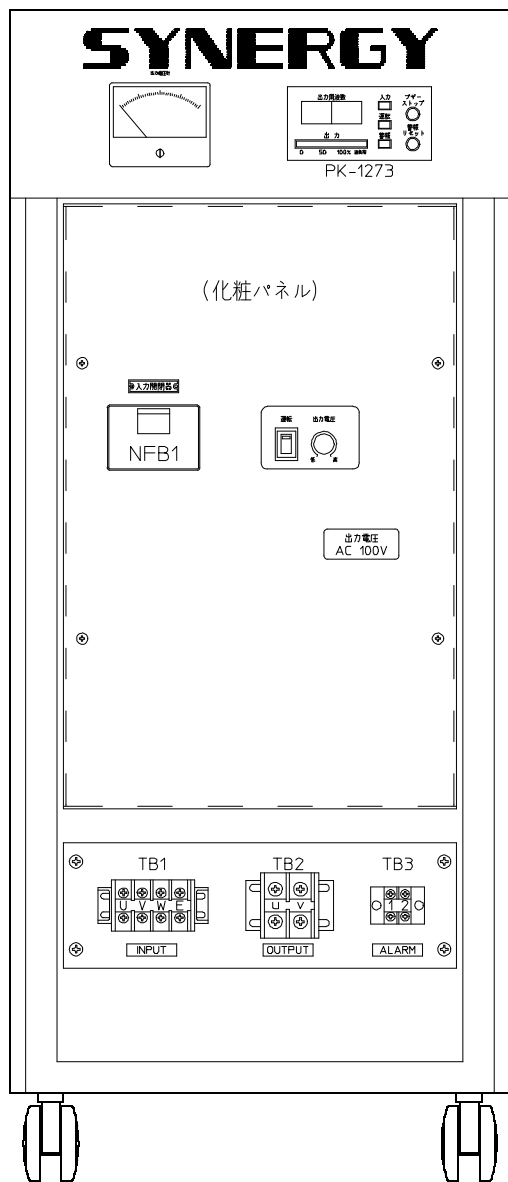
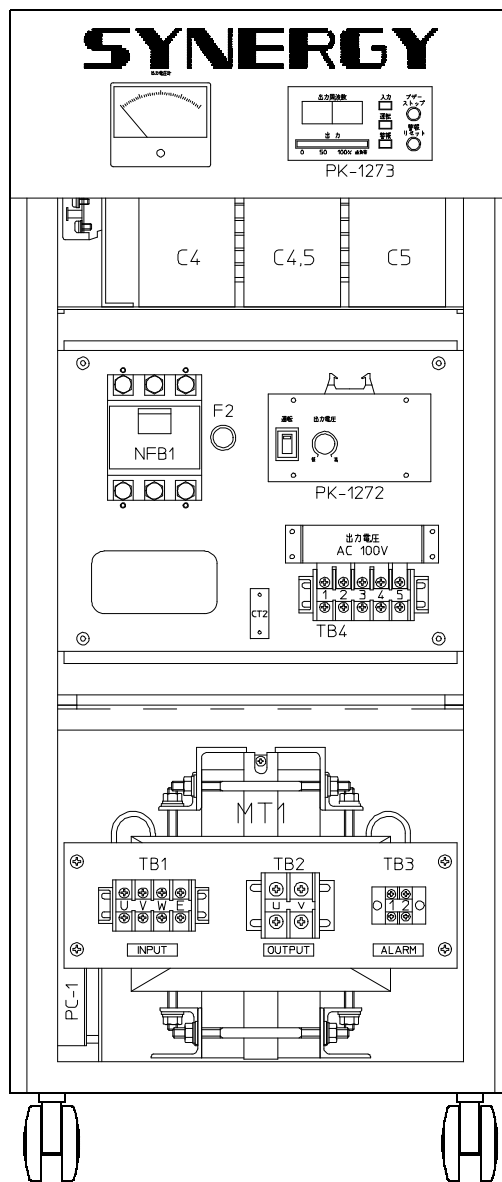
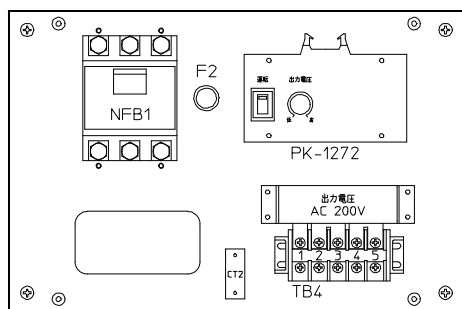

図 1 (扉内図)
図 2 (化粧パネルを取り外した図)
図 3
- 1 図1の化粧パネルを4箇所M4ビスを取り外すと、図2の様に出力量表示板が現われます。
備考 図2は出力電圧100Vを示し図3は出力電圧200Vを示します。